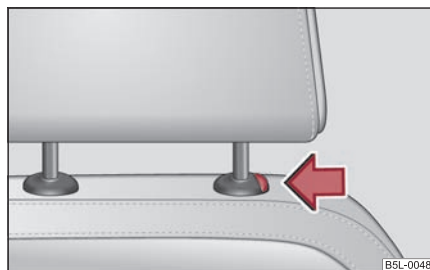

Fig. 80 Scoaterea tetierei
- Dacă doriți să împingeți tetiera în jos, trebuie să apăsați tasta de siguranță ⇒ fig. 80 și să o mențineți apăsată și cu cealaltă mână să apăsați tetiera în jos.
- Apăsăți tasta de siguranță în sensul săgeții ⇒ pagina 78, fig. 80 și scoateți tetiera.